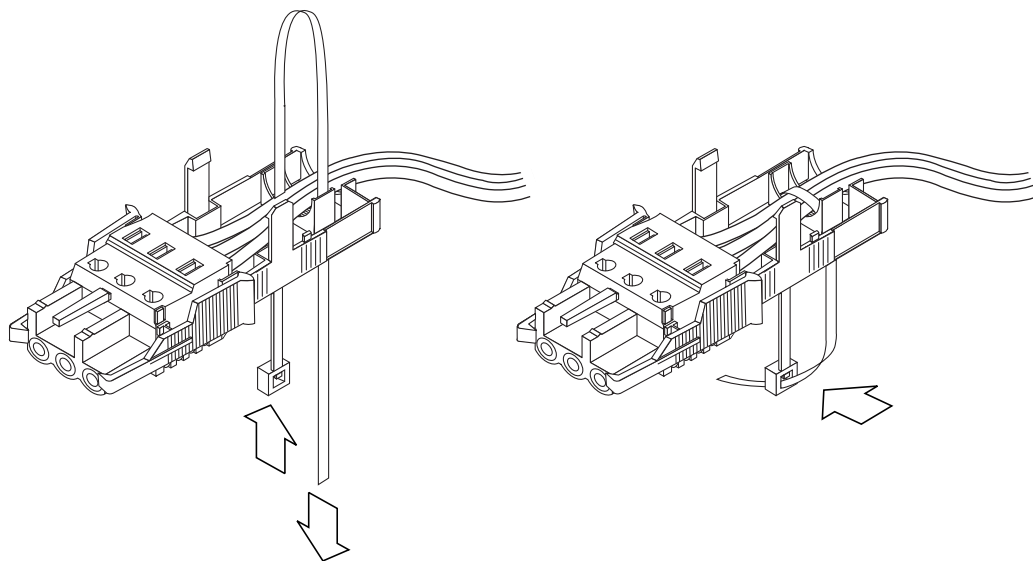

図 5-8 保護カバーにワイヤーを固定する方法
4. タイラップでワイヤーを束ねて、タイラップを保護カバーの下に通します。タイラップを締めて、保護カバーにワイヤーを固定します (図 5-8 を参照)。